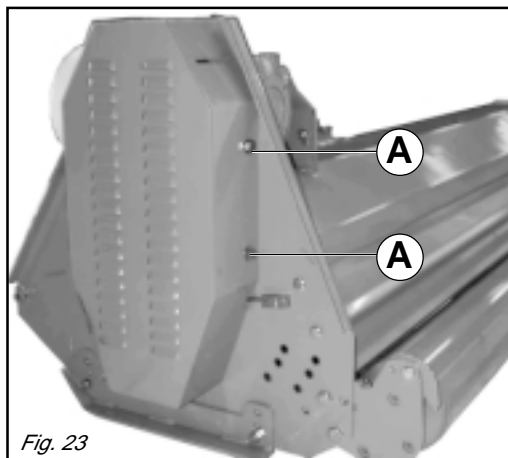

Fig. 23
- Togliere i dadi che fissano il carter di protezione (A Fig. 23).
- *Remove the nuts fastening the protecting guard (A Fig. 23).*
- Die Befestigungsmuttern des Schutzgehäuses lösen (A Abb. 23).
- *Enlever les écrous qui fixent le carter de protection (A Fig. 23).*
- Quite las tuercas que sujetan el cárter de protección (A Fig. 23).